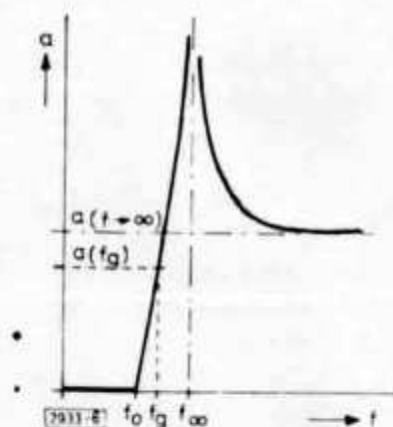

Abb. 7
$a_{ges}(\omega \rightarrow 0) \approx 46 \text{ [dB]}$  was hinreichend hoch ist. Die Dämpfungsflanke ist sehr steil und steigt theoretisch bei  $f_0 = 304 \text{ Hz}$  von Null auf Unendlich bei  $f_\infty = f_g = 215 \text{ Hz}$ . Aus den genannten Beziehungen (1) bis (4) und (11) berechnet man  $Z_0 \approx 1840 \Omega$ ,  $C = C_0 \approx 0,4 \mu\text{F}$  und mit (6) schließlich  $R_T \approx 1,5 \text{ k}\Omega$ . Der grundsätzliche Dämpfungsverlauf ist der in Abb. 7 gezeigte.